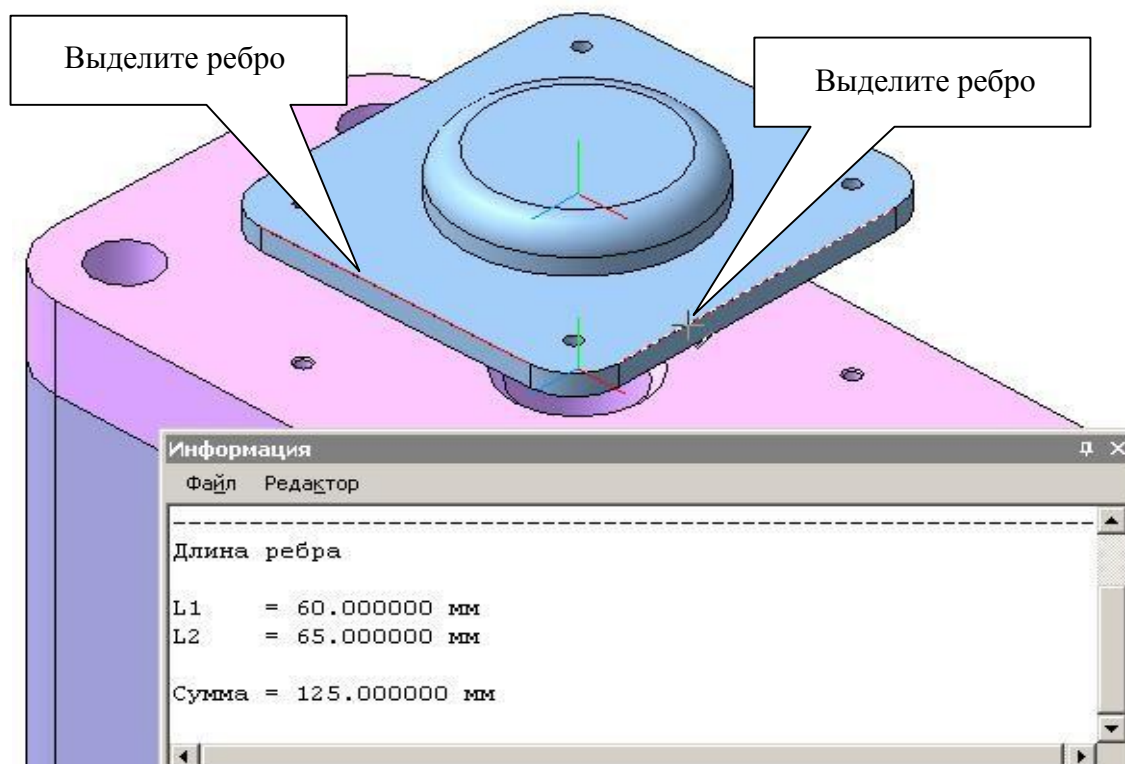

Рис. 11
3) Нажмите кнопку *Добавить из файла*  на панели *Редактирование сборки*  и откройте модель «Крышка». Установите деталь в произвольном положении, выполните сопряжение *Соосность* . Для правильной ориентации крышки произведите измерения длин ребер командой *Длина ребра*  на панели *Измерения (3D)*, рис. 11.